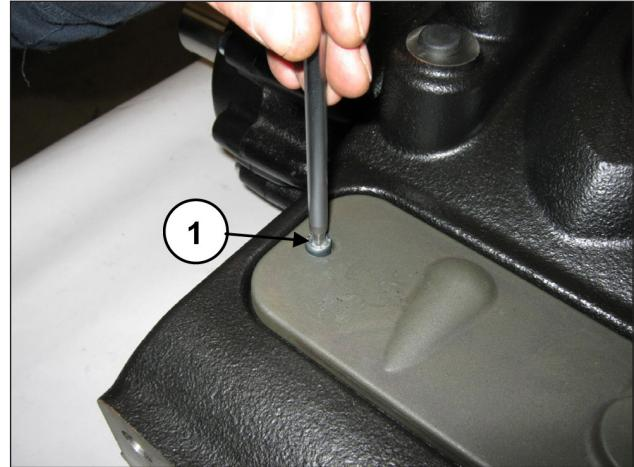

Рис. 153
Снимите верхнюю смотровую крышку, открутив 2 крепежных винта (поз. ①, Рис. 153).